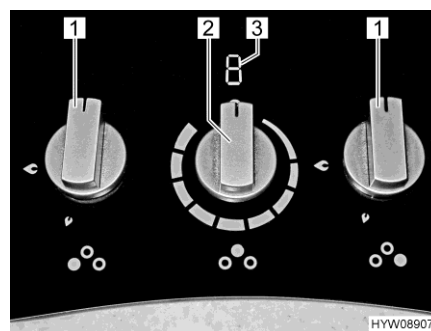

Fig. 181 Boutons de commande (réchaud à gaz avec plaque à induction)
- Tourner le bouton tournant (Fig. 181,1) du brûleur désiré en position d'allumage (grande flamme).
- Tourner le bouton tournant (Fig. 181,1) sur la position "0". La flamme s'éteint.
- Régler le bouton tournant (Fig. 181,2) de la plaque à induction sur l'intensité désirée. L'affichage (Fig. 181,3) indique la valeur réglée.
- Positionner le bouton tournant (Fig. 181,2) de la plaque à induction sur 0. L'affichage (Fig. 181,3) s'éteint. L'affichage indique "H" (indicateur de chaleur résiduelle) tant que la température de la plaque à induction est supérieure à 60 °C après extinction.
Les informations suivantes sont données sur la plaque à induction (Fig. 181,3) :